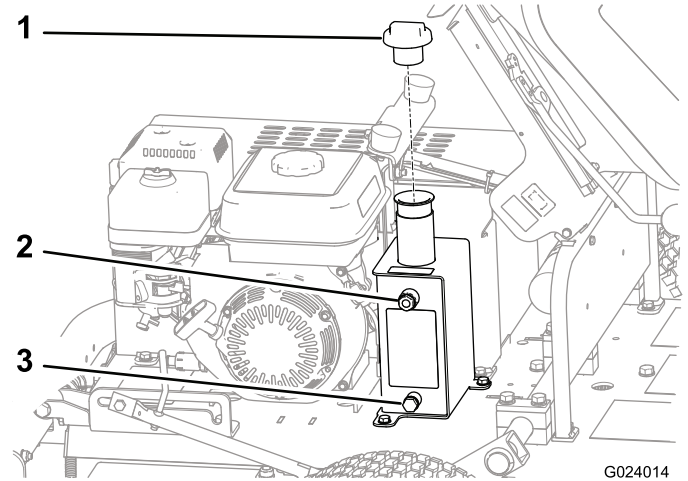

图32
3. 找到位于液压油箱侧面的观察镜（图32）。
4. 如果油位较低、请从油箱顶部取下油箱盖（图32）、并添加足够的液压油、使油位上升到观察镜上的正确位置。
1. 在液压油箱排油塞下放置一个放油盘（图32）。
2. 从油箱侧面拆下排油塞（图32）。
8. 卸下液压油箱盖（图32）。